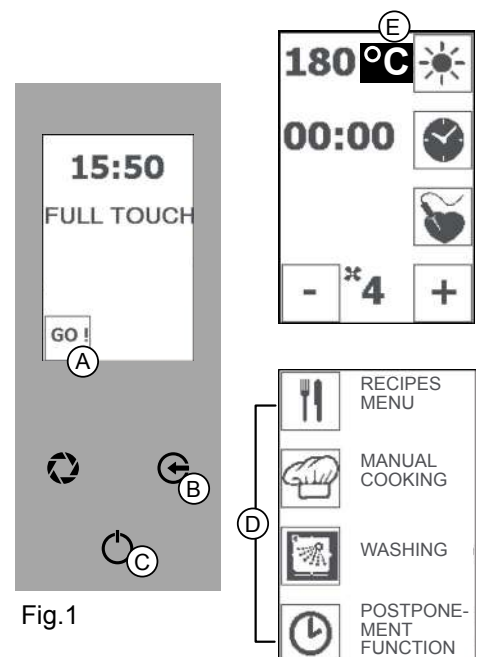

Fig.1
GASBRENNER Ausgeschaltet / °C fest aufleuchtend (Abb. 1/E)
Das Symbol "GO!" drücken (Abb. 1/A), um das Hauptmenü zu aktivieren. Das entsprechende Symbol zur Funktion (Abb. 1/D) drücken und die gewünschte Funktion starten (z.B. siehe 6 GARPARAMETER).
Bei "Startseite" geht der Ofen nach 15 Minuten Untätigkeit in "Standby". Die Taste "INVIO" (ENTER) drücken (Abb. 1/C), um ihn wieder in Betrieb zu setzen
Bei Hauptmenü geht der Ofen nach 1 Minute Untätigkeit zur "Startseite". Die Taste "INVIO" (ENTER) drücken (Abb. 1/C), um ihn wieder in Betrieb zu setzen
1. Im Modus Hauptmenü die Taste "ESC" (Abb. 1/B) drücken.
2. Im Modus Funktionen die "EINGABE"-Taste (Abb. 1/C) drücken, um den Vorgang anzuhalten, mehrmals die Taste "ESC" drücken, um die Funktion/en zu verlassen und zur Startseite zurückzugehen.
Um das Datum und die Uhrzeit einzustellen, auf den Bildschirm unten rechts drücken (Abb. 1/D).
Mit den "PFEIL"-Symbolen (Abb. 1/F) den zu bearbeitenden Parameter wählen (z.B. UHRZEIT, TAG, MONAT, JAHR).
Mit den Symbolen "MINUS" und "PLUS" (Abb. 1/E) den Parameter ändern.